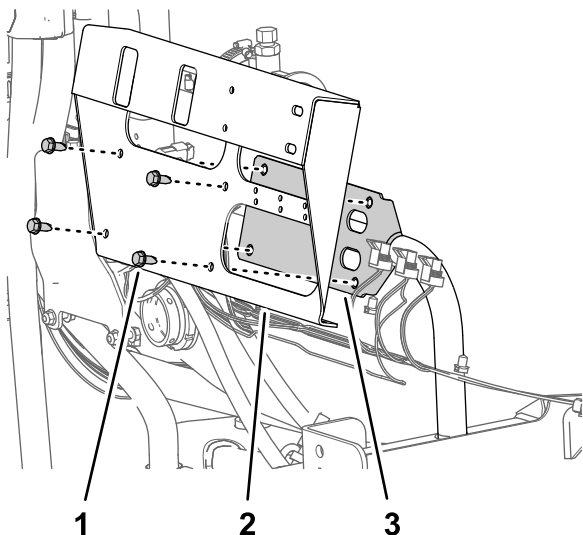

Рисунок 73
3. Удалите 4 винта с фланцевыми головками (5/16 x 3/4 дюйма), которые крепят кронштейн клапана секции, из опоры крепления клапана и снимите кронштейн клапана с машины (Рисунок 73).